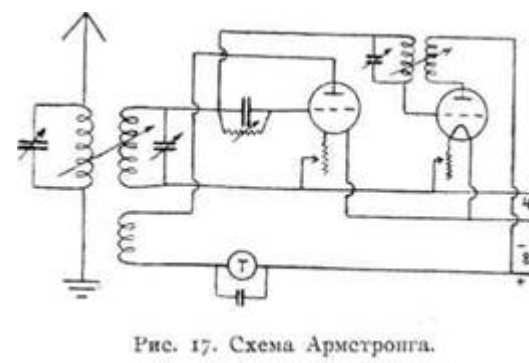

Рис. 17. Схема Армстронга.
9. Схемы для опытов. — Для любителей, имеющих намерение⁷ экспериментировать, даются две схемы для коротких волн, на рис. 17 — сверхрегенеративная Армстронга и на рис. 18 — схема Флюэлинга, в которой при помощи переменного сопротивления в гриднике лампы заставляют генерировать низкую